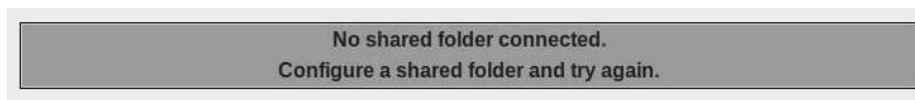

Fig. 75 – Settings / Backup: shared folder not connected
- El marco inferior permite realizar la copia de seguridad / restauración desde la carpeta compartida previamente configurada. El cuadro muestra el estado de la conexión de la carpeta compartida y su ruta de red, si está conectada. Si la carpeta compartida no está configurada correctamente, se muestra el mensaje en la Fig. 75 y el marco inferior está deshabilitado. El botón **Start Backup** en este marco permite iniciar una copia de seguridad y almacenarla en la carpeta compartida remota.